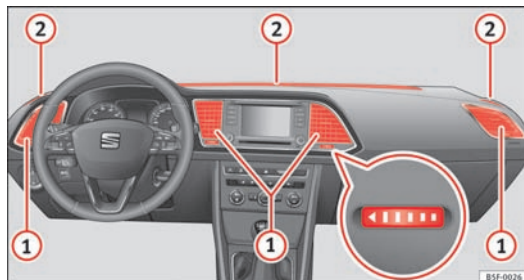

Fig. 84 I instrumentpanelet: luftdyser
For at opnå en tilstrækkelig opvarmning, køling og lufttilførsel i kabinen, bør luftdyserne ⇒ Fig. 84 ① være åbne.